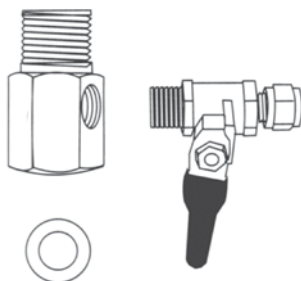

Рис. 8
2.1. Соберите узел подачи воды путем соединения шарового крана с тройником, как показано на **рис. 8**. Используя ленту ФУМ, вверните кран подачи воды в тройник. Будьте предельно осторожны при подсоединении крана — чрезмерное усилие повредит его резьбу. Используйте гаечный или разводной ключ.